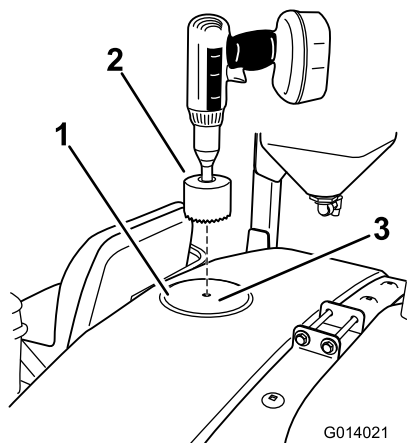

Figura 20
1. Individuate la posizione anteriore sull'estremità superiore del serbatoio come illustrato nella Figura 20. Individuate il segno di foratura al centro del cerchio contrassegnato.
2. Utilizzate una sega a tazza di ~9 cm per realizzare un foro in corrispondenza del segno di foratura (Figura 20). Il diametro del foro dovrà essere leggermente aumentato per adattarsi al diaframma.